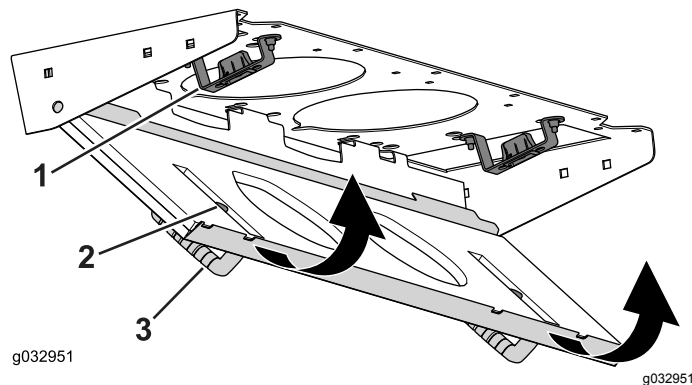

Figura 135
4. Gire la rejilla del filtro sobre las pestañas hasta que el resbalón se bloquee en el cerradero (Figura 135).